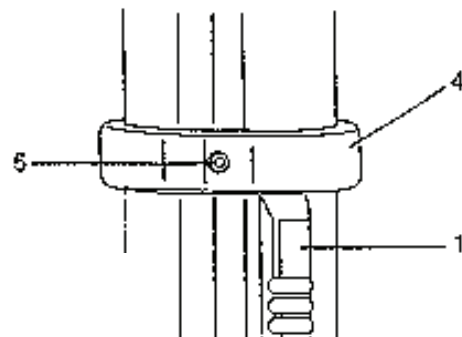
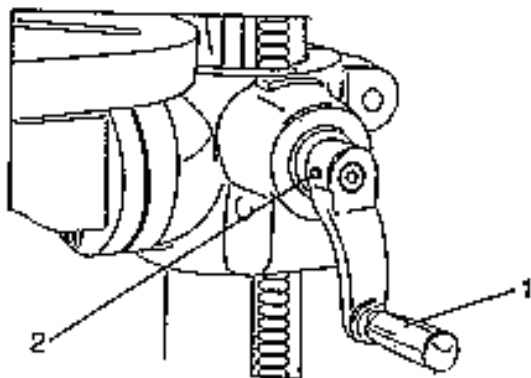

Fig. 6
Fig. 7
6. Brațul de fixare și cremaliera prindeți contra montantului (fig. 6) și pe montant introduceți inelul (4) al cremalierei.
7. Cremaliera (1) intră sub inelul (4). Asigurați-vă că între cremalieră și inel este un joc suficient ca masa să poată roti în jurul montantului.
8. Strângeți șurubul de reglare (5) să asigurați poziția fixă a inelului.
9. Montați mânerul (1) și strângeți șurubul de reglare (2). (fig. 7)